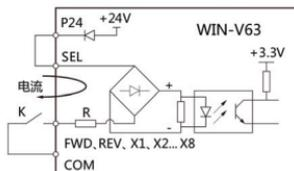

图 3-21 使用内部 24V 时输入干接点信号接线示意图
①用变频器内部的 24V 电源，接线方式如图 3-21 所示。（出厂时 SEL 和 P24 已短接）